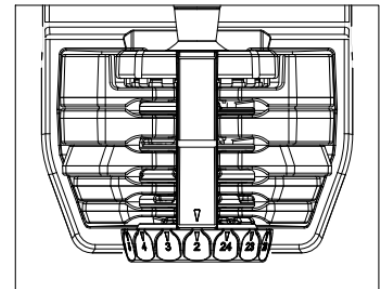

Figure 1
1. With the dumbbell handle set in place on the dumbbell base, turn both adjustment knobs to the lowest number ( Figure 1 ). You will know you have fully and correctly selected the number when you feel the adjustment knobs engage the notches (called detents) . You should also hear a slight click at the notch position corresponding to each number.
- Die beiden Einstellknöpfe haben einen Gewichtsstufenbereich von 2 Kilogramm bis 24 kg ( 5 bis 52.5 lbs). Um das gewünschte Gewicht einzustellen [z. B. 9 Kilogramm ( 20 lbs)], drehen Sie beide Einstellknöpfe, bis die Zahl (9) mit dem Pfeil am äußeren Rand des Typenschilds übereinstimmt (Abbildung 1).